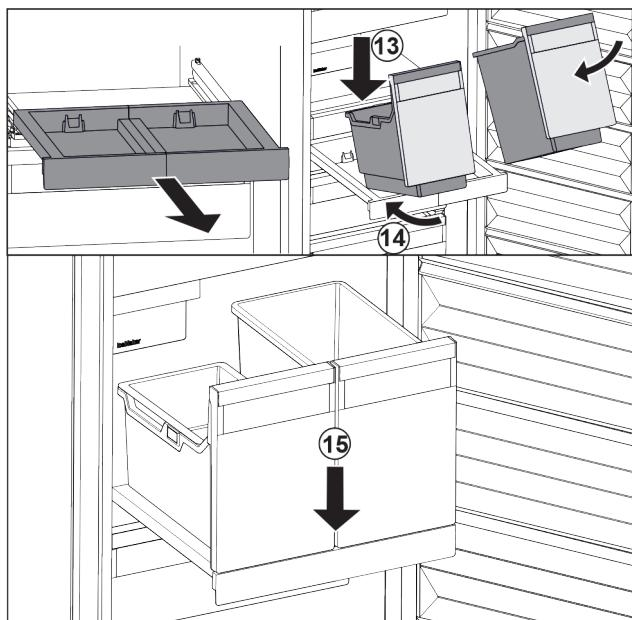

Fig. 39
- ▶ Поставете съда под ъгъл върху изтегляща се дъска. Fig. 39 (13)
- ▶ Вкарайте съда под ъгъл назад. Fig. 39 (14)
- ▶ Спуснете съда отпред. Fig. 39 (15)